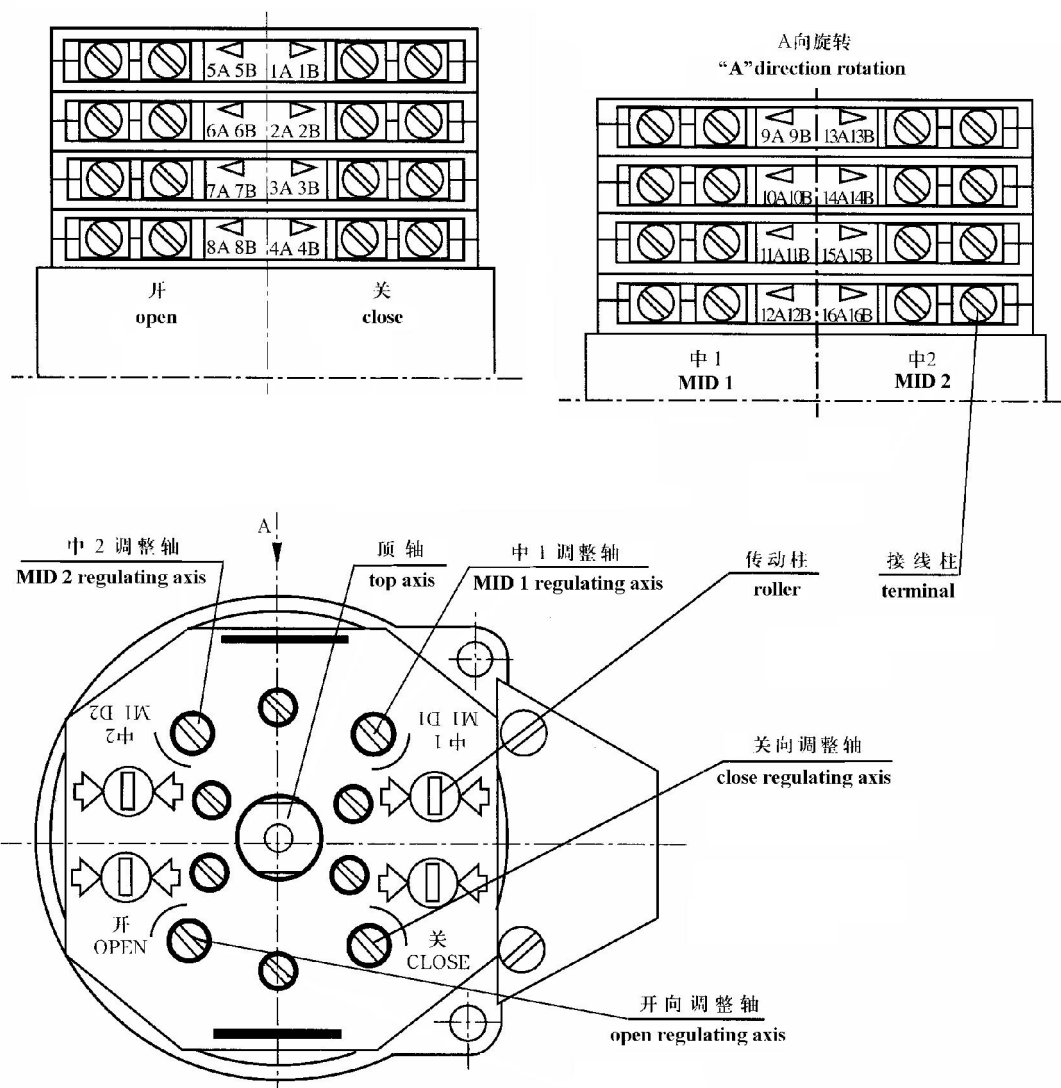

图 17 行程控制机构 Fig.17 Travel limit
2. 行程控制器的调整 行程控制器的结构见图 17.
The structure of travel limit mechanism refers to Figure 17.